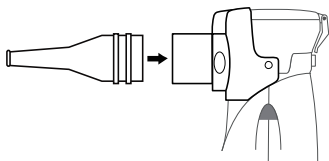

Fig. 9
- Instale la boquilla: conecte la boquilla a la salida de la cubierta externa en la dirección de la flecha (ver Fig. 9).